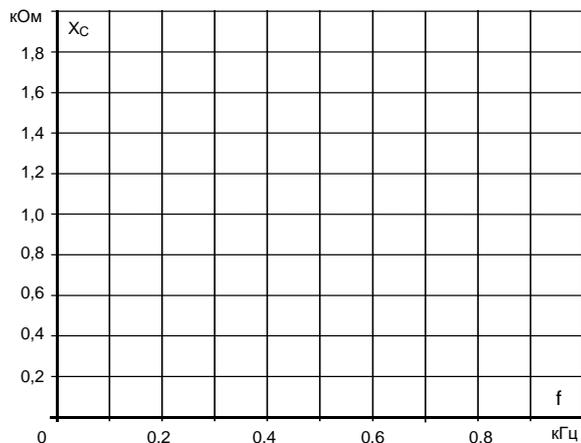

Рисунок 6.5 – График для построения кривой $X_C = f(f)$
- Перенесите величины X_C на график (рис. 6.5) для построения кривой $X_C = f(f)$.